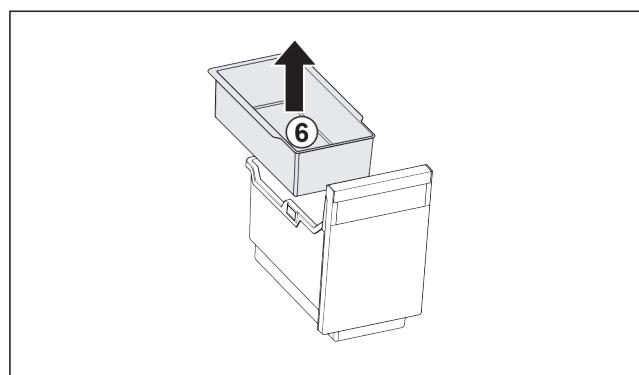

Fig. 90
- Vyjměte závěsnou misku Fig. 90 (6).